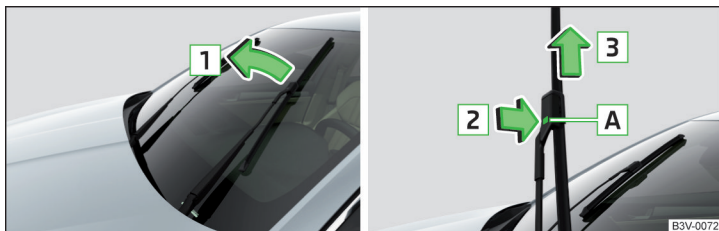

Fig. 358 Înlocuirea lamelei ștergătoarelor de parbriz
- › Ridicați brațul de ștergător de parbriz de pe parbriz, în sensul săgeții » fig. 358.